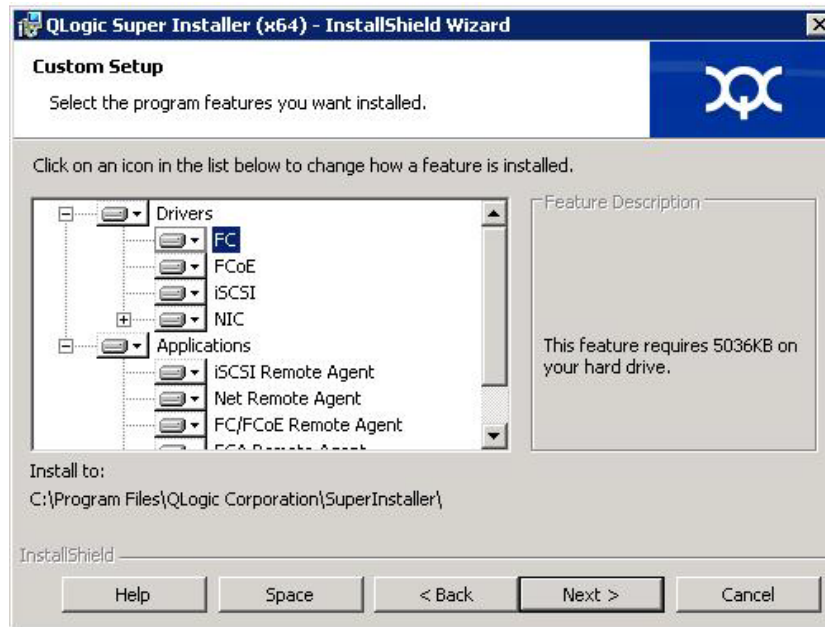

Figure 2-5. Assistant InstallShield : Fenêtre d'installation personnalisée
6. Si vous avez sélectionné **Custom** à étape 5, remplissez la fenêtre d'installation personnalisée (Figure 2-5 à la page 10) comme suit :